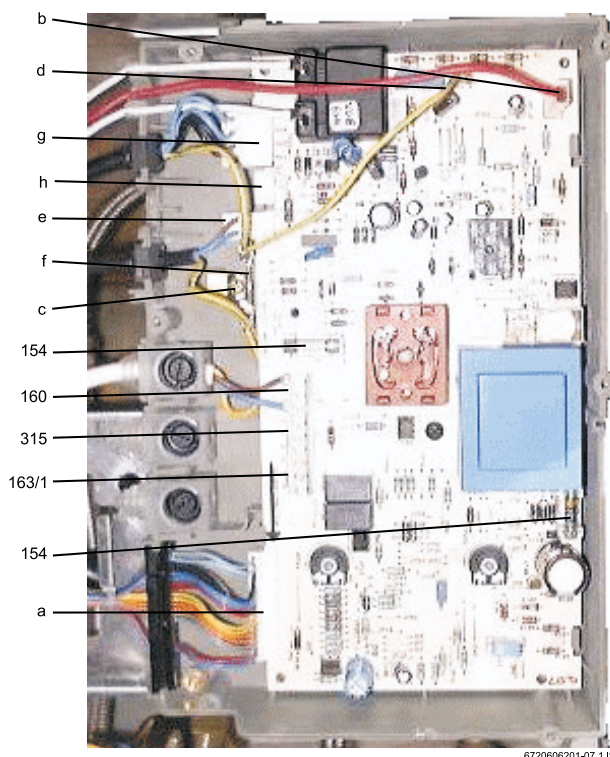

Fig. 9
- Fare passare il cavo attraverso la guarnizione del passacavo e collegarlo come da Fig. 9.
- Togliere il ponte 1 - 4 (Fig. 9, Pos. 163/1).
- Togliere il ponte 1 - 8 (Fig. 9, Pos. 315)